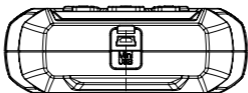

Abbildung 2.1.3
8. Mini-USB-Anschluss: Über diesen Anschluss können Sie eine Verbindung zum PC herstellen, um den Diagnose- oder Batterietestbericht zu übertragen. (Siehe Abbildung 2.1.3)